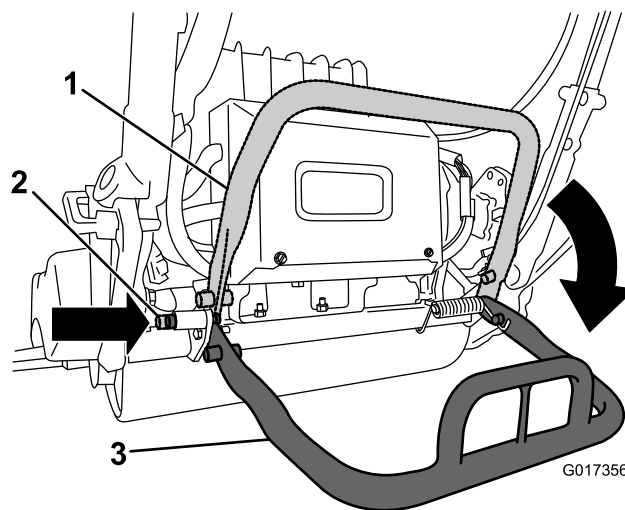

図 4
2. キックスタンドを下げ、ロックピンを差し込んでキックスタンドを整備位置に固定する (図 4)。キックスタンドをロックして機体を支える。